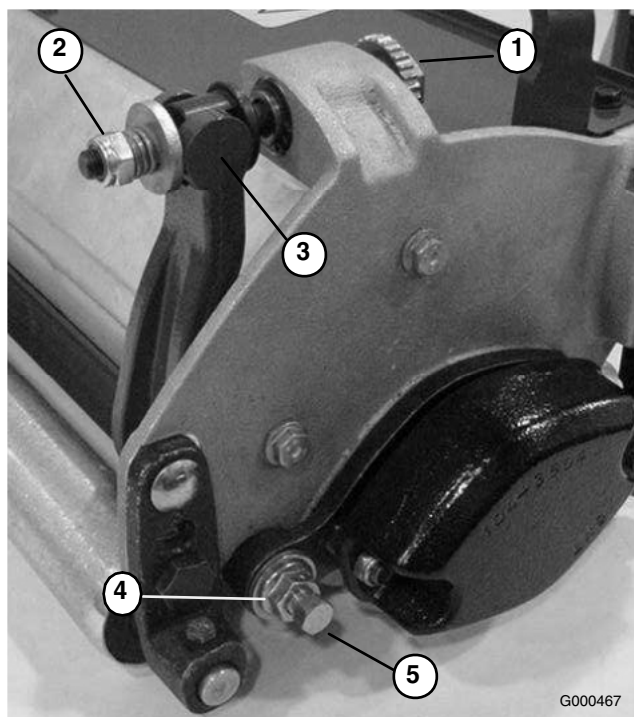

Figure 55
1. Tournez la vis de réglage de la barre d'appui dans le sens anti-horaire pour éloigner la contre-lame du cylindre (Figure 55).
- Faites sortir l'écrou de tension du ressort jusqu'à ce que la rondelle ne soit plus tendue contre la barre d'appui (Figure 55).
- De chaque côté de la machine, desserrez l'écrou de blocage qui maintient le boulon de la barre d'appui (Figure 55).
- Retirez les boulons de la barre d'appui de façon à pouvoir abaisser la barre et la déposer de la machine. Mettez de côté les 2 rondelles en nylon et les 2 rondelles en acier estampé de chaque côté de la barre d'appui (Figure 55).